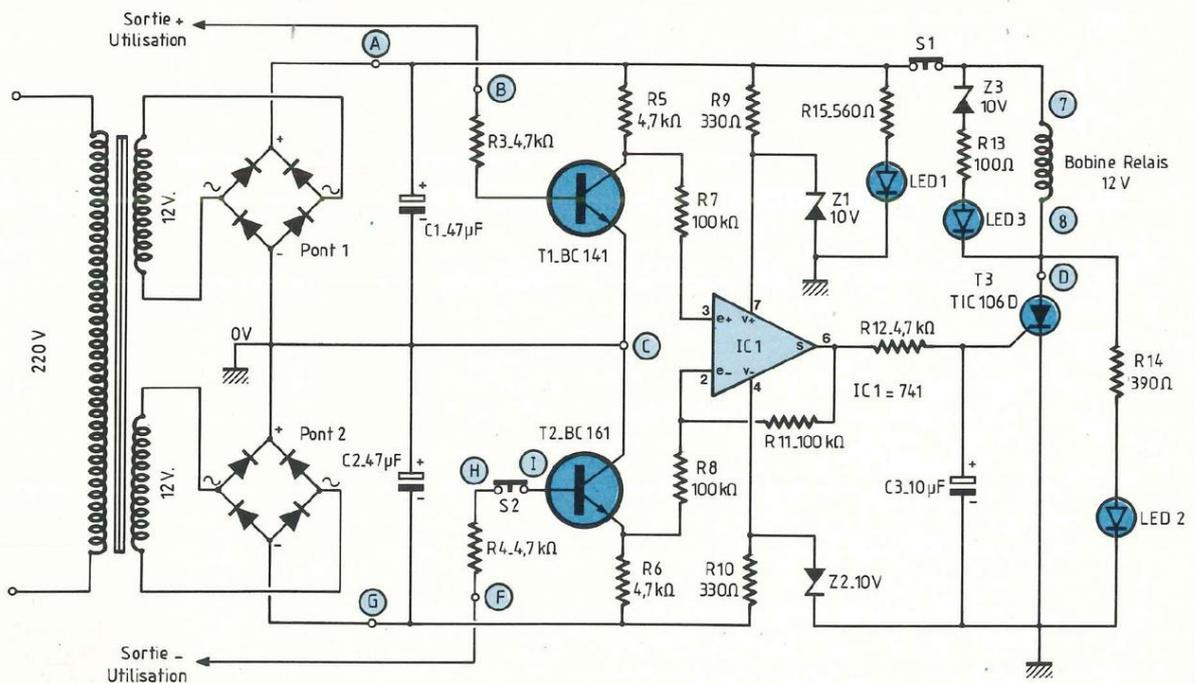

Fig. 3 : Commande du relais.
• La figure 3 en fournit le schéma de
directement aux sorties 12 V du transformateur, selon le schéma de la figure 3.